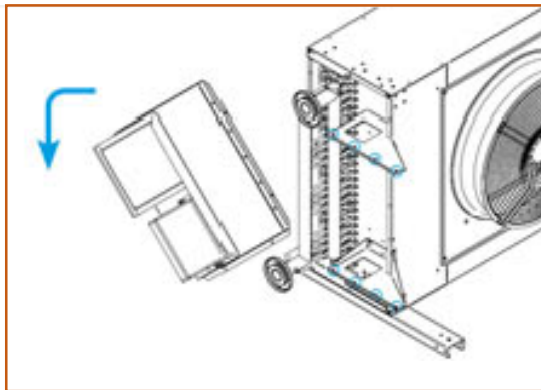

FIG. 10
- Faire une rotation de 90° avec la coiffe de protection dirigée vers le haut (FIG. 10).